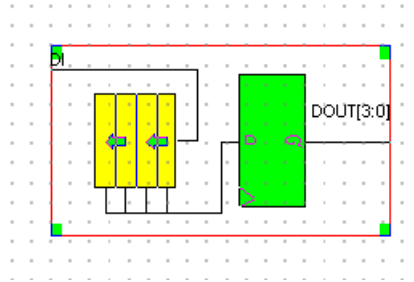

Figura 9.12. Simbolul unui registru de deplasare la stânga de 4 biți generat cu utilitarul *Logic Wizard*.
12. Se selectează butonul *Close* pentru închiderea ferestrei *Edit Equation*. Dacă ecuația din câmpul *Expression* nu a fost modificată, simbolul grafic al circuitului va fi afișat pe ecran (Figura 9.12).